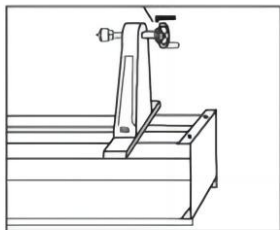

Figure 1
2. Retirez le volant en desserrant la vis de réglage avec une clé hexagonale de 1/8 po à l'écart de la broche (comme sur la figure 1).